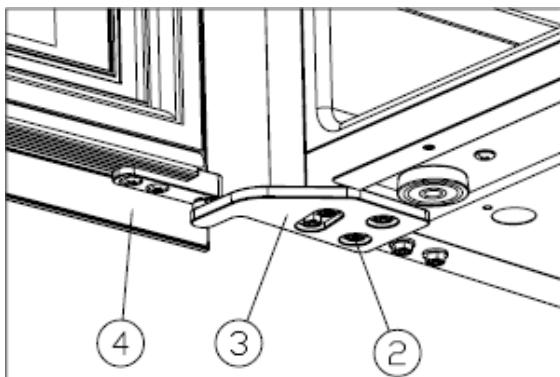

Рис. 5
Установите правую верхнюю петлю (3) и затяните винты M5\*16 (2) (Рис. 5).